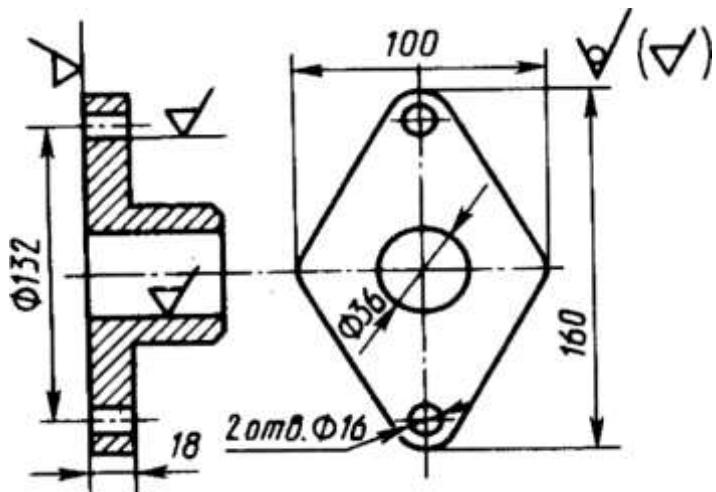

Рис. 12
2. По эскизу детали (рис. 12) разработайте эскизы элементов литейной формы, модели стержневого ящика собранной литейной формы (в разрезе). Опишите последовательность изготовления форм\* методом ручной формовки. Материал детали – чугун СЧ20.